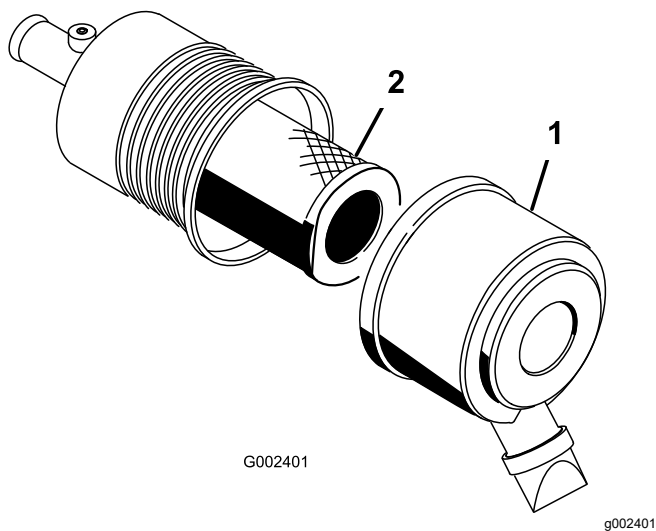

Figura 59
1. Rilasciate i dispositivi di fermo del filtro dell'aria e togliete il coperchio dal corpo del filtro (Figura 59).
3. Estraete con cautela il filtro dal corpo del filtro dell'aria (Figura 59).
5. Montate con cautela il filtro sul tubo del corpo (Figura 59).
6. Montate il coperchio del filtro dell'aria con il lato rivolto in alto, quindi fissate i dispositivi di fermo (Figura 59).